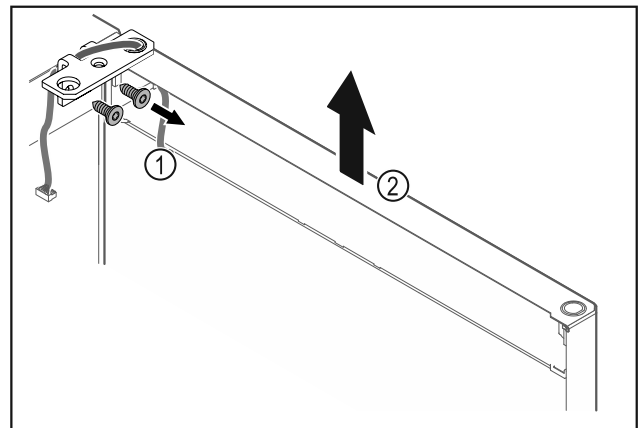

Fig. 26
- Dévisser l'équerre de la charnière Fig. 26 (1).
- Soulever la porte (équerre de charnière incluse) Fig. 26 (2) d'environ 200 mm et la retirer.